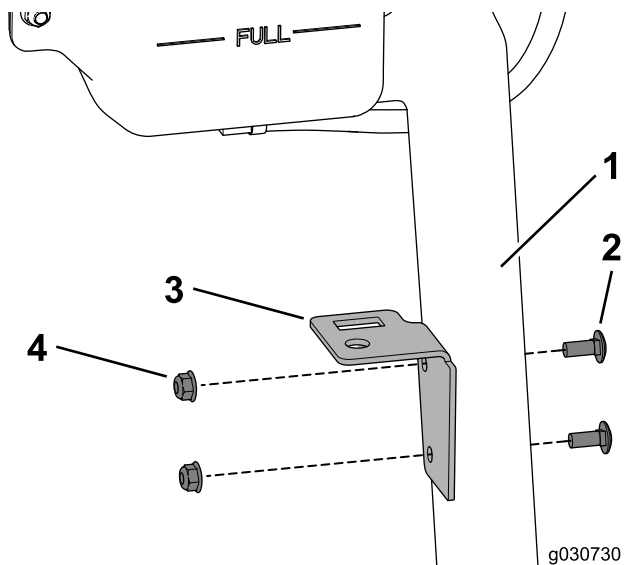

Figura 33
- Utilizzate 2 bulloni a testa tonda (5/16 x 3/4 poll.) e 2 dadi flangiati (5/16 poll.) per fissare la piastra del serbatoio al supporto del serbatoio del refrigerante (Figura 33).